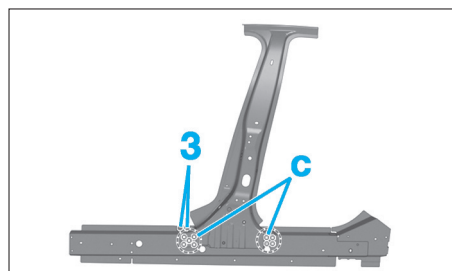

FIG. 74
- Souder par points électriques les points (3) (Fig.74).